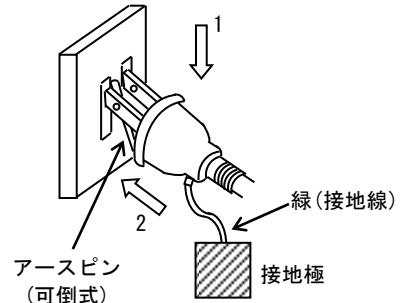

図 3
(1) 結線
- (a) ケーブルには、2 極、および 3 極コンセントのいずれにも対応可能なアースピン可倒式プラグを附属しています。交流 100V 単相用コンセントにしっかり差し込んでください。2 極コンセントの場合、図 3 に示すようにアースピンが折れ曲がる様に(矢印 1)してその後しっかりと差込み(矢印 2)ます。アースピンが折れ曲がらない場合は、プラグの変形具合やピン収納溝などを点検してその原因を取除いてください。なお、電源刃には絶対に触れないでください。感電の原因となります。
2 極コンセントの場合は、図 3 に示すように接地線(緑)を必ず接地してください。緑色の線を絶対に電源につながないでください。